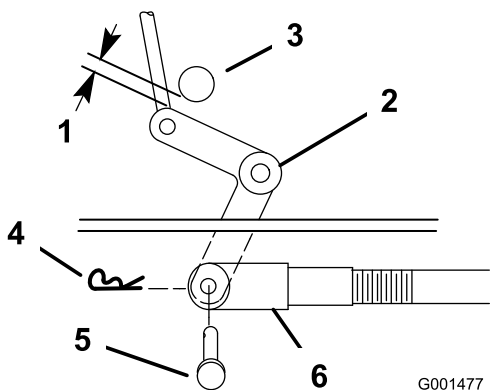
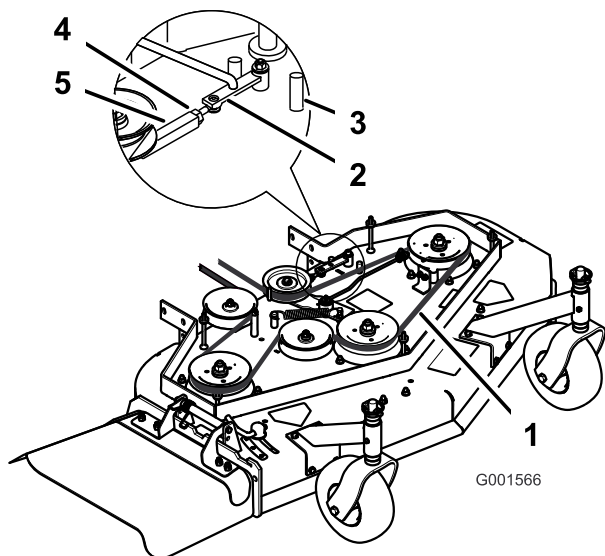

Figura 38
Figura 39
Nota: La tensión correcta de la correa del cortacésped es de 44 – 67 N·m (10 – 15 pies-libra) con la correa desviada 13 mm (1/2") en el punto intermedio entre las poleas (Figura 39).
9. Compruebe la distancia entre la palanca acodada y el eje de salida de la transmisión (Figura 38).
10. Retire el pasador de horquilla y el pasador de seguridad de la palanca acodada (Figura 38).
11. Gire la horquilla en sentido horario para aumentar la distancia; gírela en sentido antihorario para reducirla (Figura 38).
Nota: Si el brazo auxiliar no entra en contacto con el tope delantero de la carcasa de corte (Figura 39), ajuste la horquilla para acercar la palanca acodada al eje de salida de la transmisión (Figura 38).